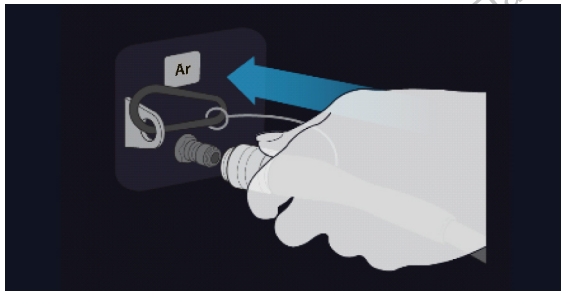

Abbildung 10. Anschließen der Argongas-Zufuhrleitung
4. Schließen Sie die Hochdruck-Gaszufuhrleitung für das Argon mit dem Schnellverbinder auf der Konsolenrückseite an den Argoneinlass an der Konsole an (siehe Abbildung 10).